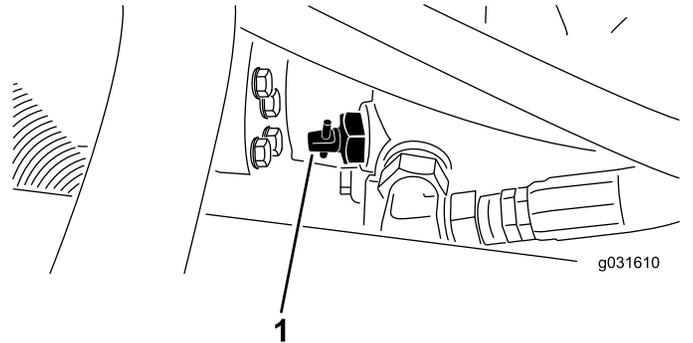

Figura 30
1. Localize a válvula de derivação na bomba (Figura 30) e desapeerte-a rodando 90° (1/4 de volta).